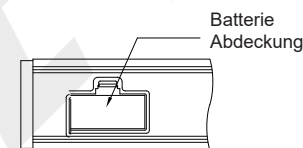

Abb.1
---Entfernen Sie die Batterieabdeckung (Abb. 1).